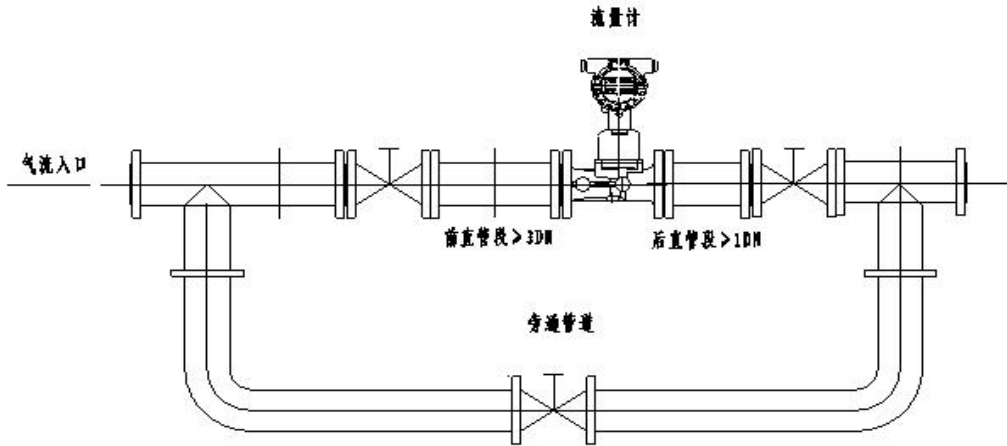

图 6 旁通管道安装图
10. 为了不影响流体正常输送和便于维护，要求按图 6 所示安装旁通管道，并保证前 $\geq 3DN$ 、后 $\geq 1DN$ 的直管段；